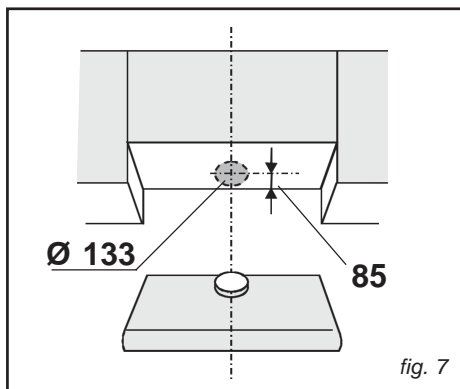

fig. 7
- Si vous utilisez l'ouverture du haut B pour l'évacuation de l'air à travers votre placard, avant de fixer votre hotte au mur, vous devez faire un trou du diamètre de 133 mm dans le placard (Fig.7). En tout cas, vérifiez la position de la prise de courant et prenez en considération le parcours éventuel du câble d'alimentation (un trou dans votre placard par où faire passer le câble peut être nécessaire).
- Si vous utilisez l'ouverture du haut B pour la sortie de l'air à travers votre placard, faites, dans ce dernier, un trou du diamètre de 133 mm (Fig. 7). En tout cas, vérifiez la position de la prise de courant et prenez en considération le parcours éventuel du câble d'alimentation (un trou dans votre placard par où faire passer le câble peut être nécessaire).